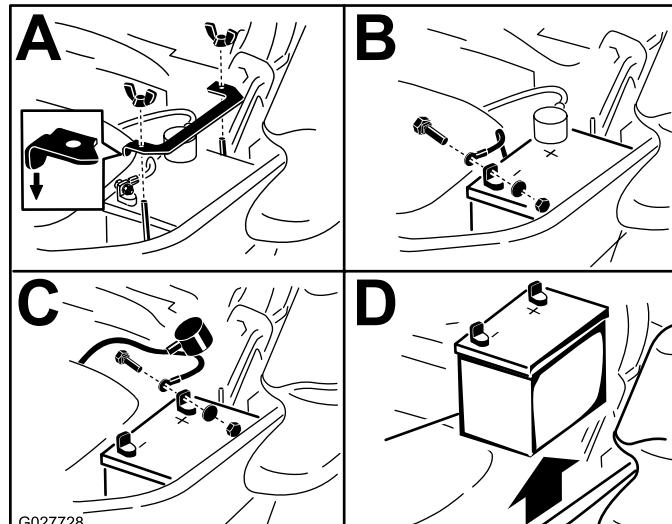

Figura 59
3. Primero desconecte el cable negativo (negro) del borne negativo (–) (negro) de la batería (Figura 59).
4. Retire la cubierta de goma roja del borne positivo (rojo) de la batería y retire el cable positivo (+) (rojo) (Figura 59).
5. Retire la tuerca de orejeta que sujeta la abrazadera de la batería (Figura 59).
6. Retire la abrazadera (Figura 59).
1. Coloque la batería en la bandeja, con los bornes frente al depósito de aceite hidráulico (Figura 59).
4. Fije los cables con 2 pernos, 2 arandelas, y 2 contratuerca (Figura 59).
6. Instale la abrazadera y sujetela con la tuerca de orejeta (Figura 59).